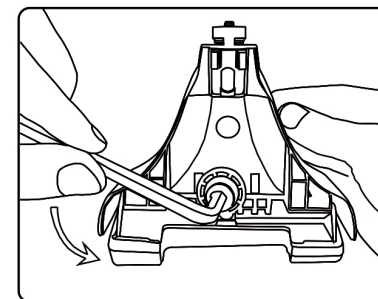

рис. 6
1.2.3 Выкрутите из опоры винт со сферической шайбой, используя Г-образный ключ, входящий в комплект адаптеров (рис. 6).